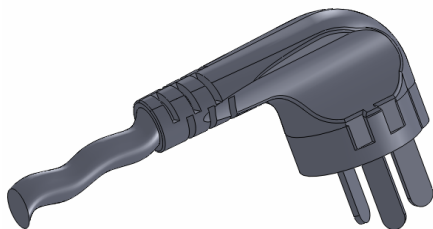

图 15-72 创建圆角 6 特征
(6) 单击【圆角】按钮, 弹出【圆角】属性管理器, 选中【等半径】单选按钮, 设置【半径】为 0.6, 选择合适的边线为要圆角的对象, 单击【确定】按钮, 即可创建圆角 6 特征, 如图 15-72 所示。